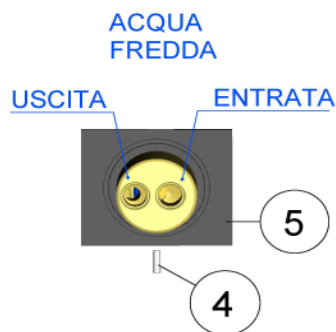

Fig.3
n) avvitare la bassetta (5) alla piantana (8) e mandarla in battuta, dopodichè regolarla cercando di tenerla allineata con i fori della piantana e fissare con il grano (4) come indicato in Fig.3;